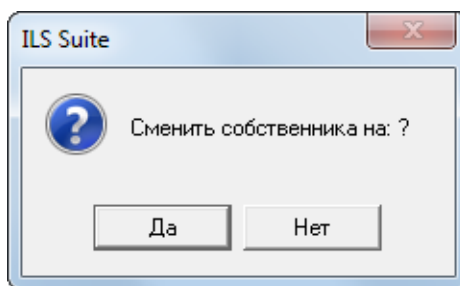

Рис. 13-97 – Диалоговое окно с предложением сменить собственника
9) После выбора эксплуатанта открывается диалоговое окно с предложением сменить собственника на ту же организацию, что и эксплуатант (рис. 13-97).